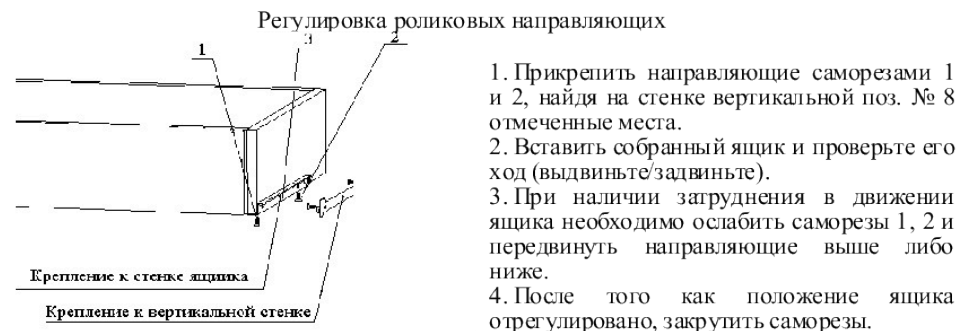

Рис. 2
8. Вставить ящики и произвести их регулировку (рис. 2).